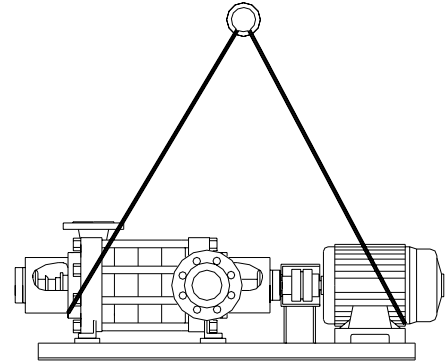

Bild 4
- Bei horizontalen Pumpen erfolgt der Transport des kompletten Aggregats durch Seile, wie in Bild 4 dargestellt. (Seile nicht an den Ringösen des Motors befestigen)